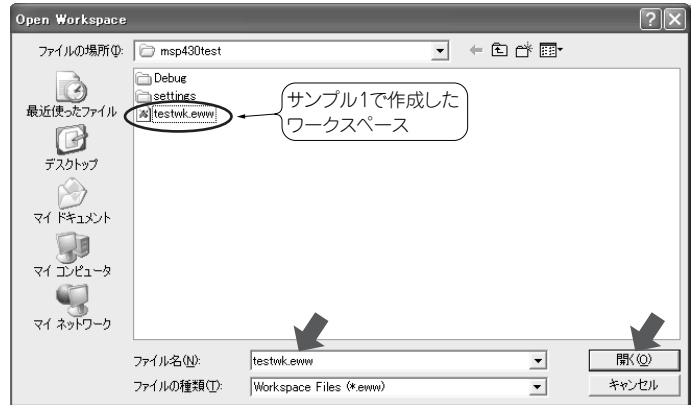

図 3-21 既存ワークスペース選択
(2) 「Open existing workspace」ダイアログ(図3-21)では先に作成した「testwk.eww」を選び「開く」をクリックします。